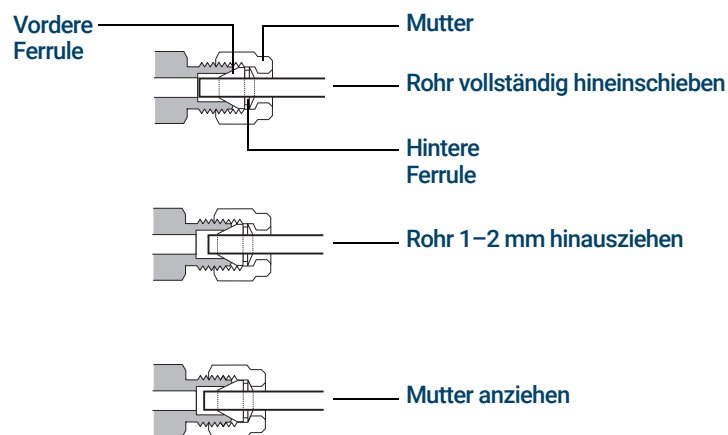

Abbildung 17. Einfügen der Leitung
- 5 Schieben Sie das Rohr vollständig in den Stecker und ziehen Sie es ungefähr 1 bis 2 mm heraus (siehe **Abbildung 17**).